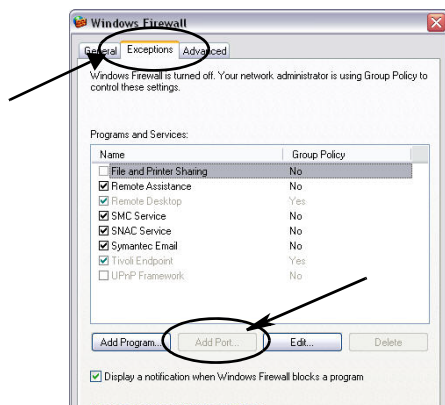

Рис. 25
2. Откройте вкладку «Исключения»; отобразится содержимое (Рис. 25).
3. Нажмите кнопку «Добавить порт...» (Рис. 25).